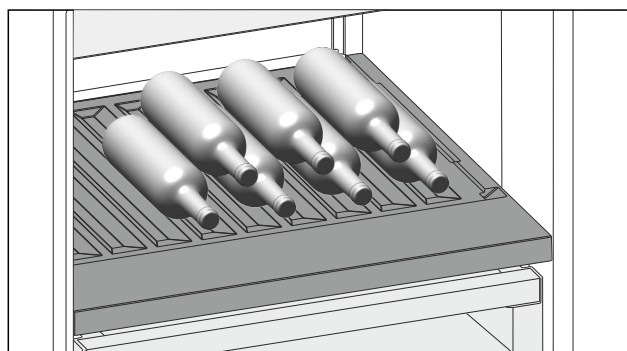

Fig. 145 Ilustrační zobrazení
- ▶ Láhve ukládejte dnem dozadu k zadní stěně. (viz Fig. 145)